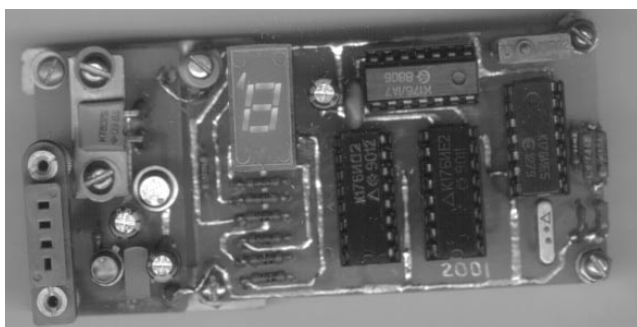

Рис.3
- Ну и чудненько - подвел черту Сан-Саных, и все вернулись к работе. На следующее утро Вася Ка-Зе торжественно поставил перед Сан-Саныхем небольшой блочок, внешний вид которого показан на **рис.3**.